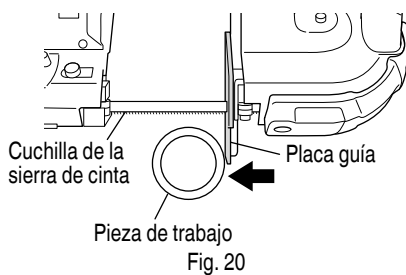

Fig. 20
- (4) Presione la pieza de trabajo contra la placa guía (Fig. 20)